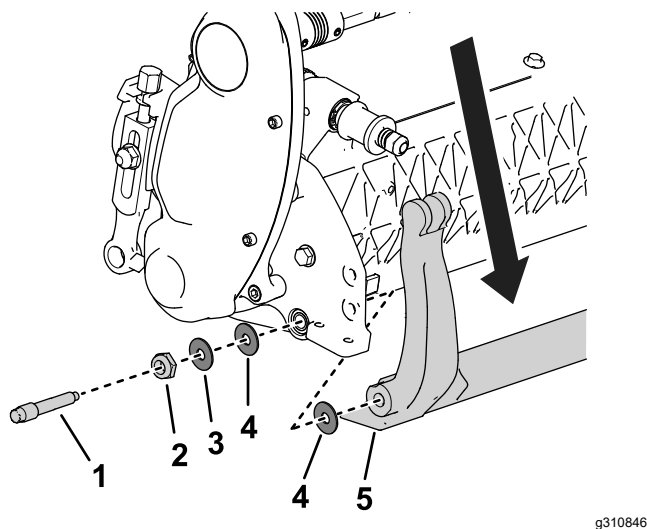

図 21
3. 機体の左右それぞれの側で、図 21に示すロックナットをゆるめる。
4. 各ベッドバーボルトを抜いてベッドバーを下に引き抜いてカッティングユニットから外す 図 21。
ベッドバーの両端にそれぞれプラスチック製ワッシャ2枚とスチールワッシャが1枚ずつあるので注意する 図 21。
3. サイドプレートのボスの両側にナイロンワッシャを入れる。その外側からスチール製ワッシャを取り付ける 図 21。